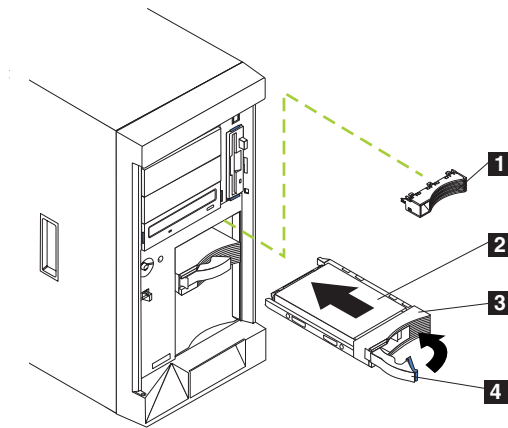
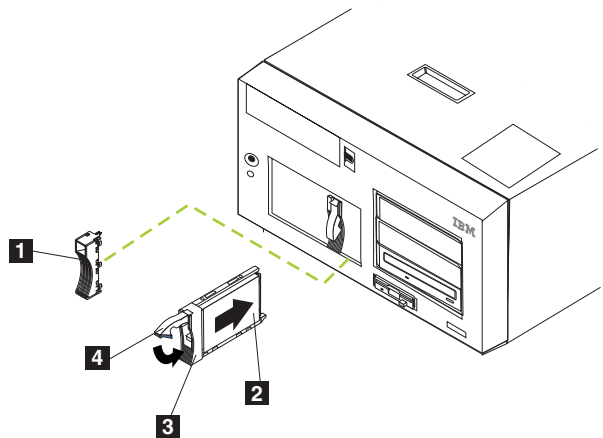

図 57. ホット・スワップ・ドライブ・ベイ内のハード・ディスク・ドライブの交換 (モデル 25T)
図 58. ホット・スワップ・ドライブ・ベイ内のハード・ディスク・ドライブの交換 (ラック・マウントへの移行機能付きモデル 25T)
5. 交換用のホット・スワップ・ハード・ディスク・ドライブをホット・スワップ・ドライブ・ベイに取り付けます (図 57 および図 58 を参照)。